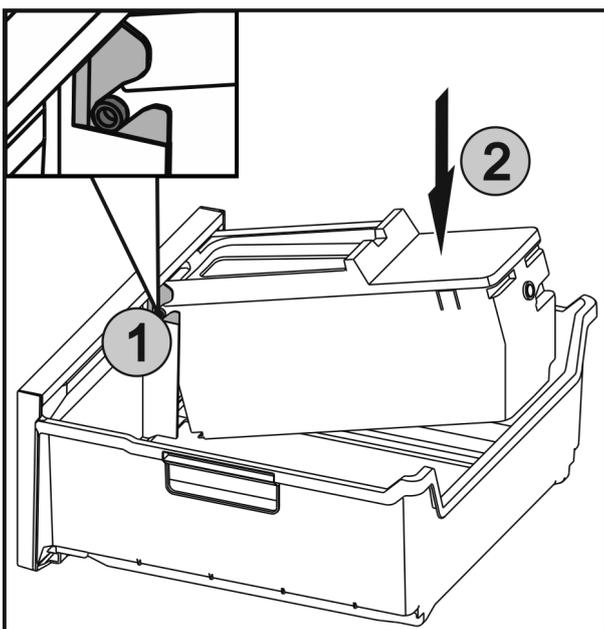

Fig. 62
- ▶ Insérer les axes Fig. 62 (1) sur l'EasyTwist-Ice dans les guides et appuyer sur le côté arrière Fig. 62 (2) jusqu'à ce que la languette s'enclenche.